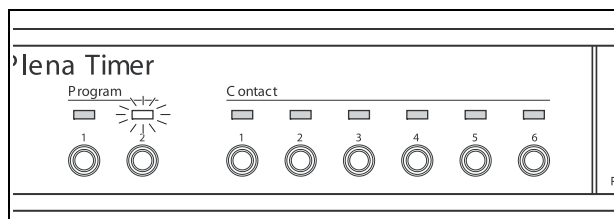

figure 7.1: Sélection de programme
- 2 Appuyez puis relâchez la touche Set. Les témoins de programme du panneau avant s'allument alternativement (voir figure 7.1).